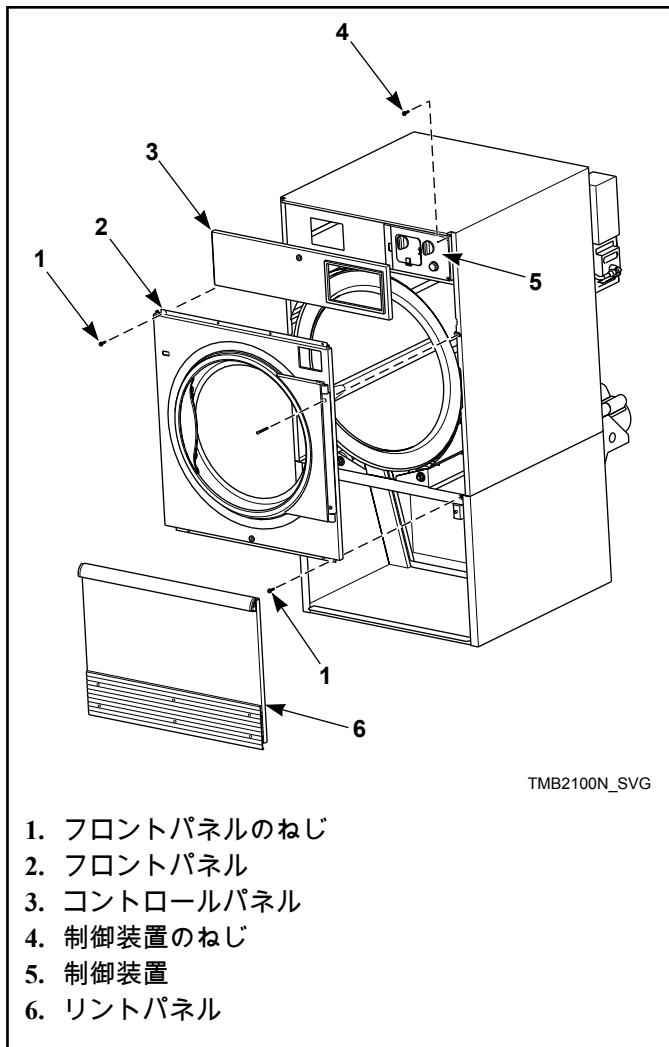
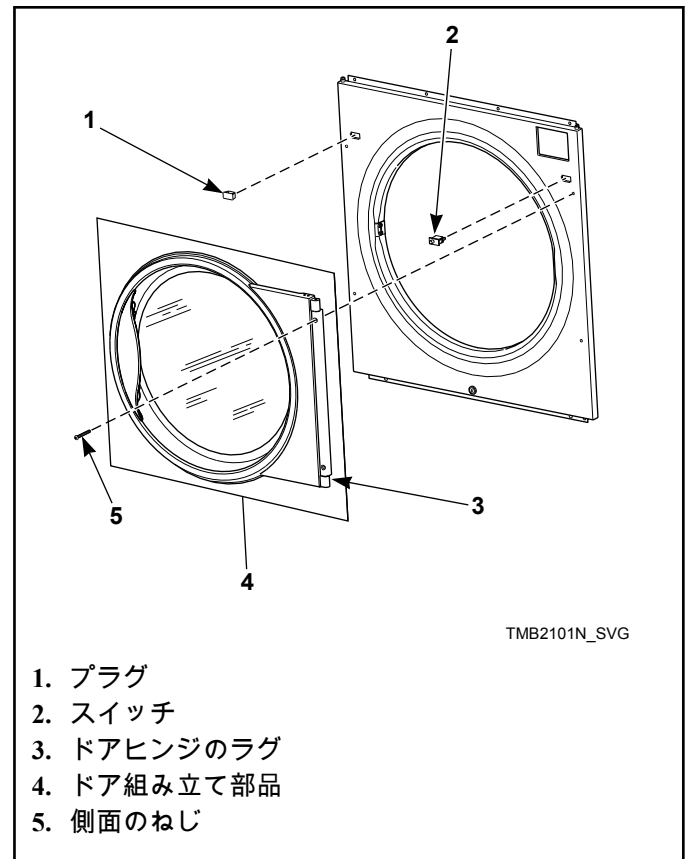

図 8
図 9
2. コントロールパネルのロックを解除して、外してください。右側にある制御装置の取り付けねじを 2 つ外します。コントロール部分を開けて上部フランジの右側にあるガイドラグ部分に取り掛かります。図 8 参照。
4. フロントパネルのねじを 4 つ外します。図 8 参照。ドアヒンジ部のカムをドアヒンジのラグの定位置に取り付けます。ラグを引っぱってドア組み立て部分をまとめて外します。図 9 参照。
5. フロントパネルの残りのねじを外します。図 8 参照。ドアのスイッチハーネスをスイッチから切り離します。フロントパネルを取り外します。図 9 参照。
6. スイッチとプラグの位置を入れ替えます。調整可能パイラでタブを押し下げて、プラグとスイッチをフロントパネルから取り外します。機器の中央になるようにボタンを正しい方向に置いて再度スイッチを取り付けます。図 9 参照。